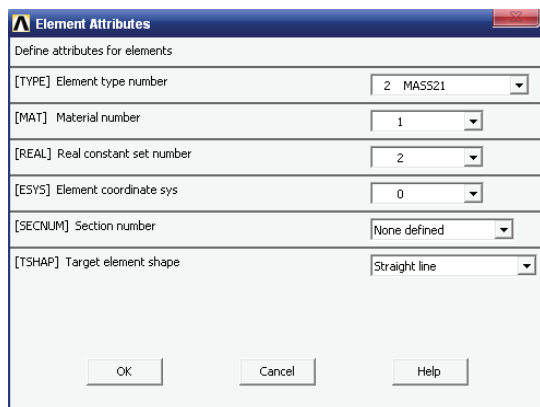

图 4-67 单元属性设置对话框
4) 选择 Main Menu | Preprocessor | Modeling | Create | Elements | Elem Attributes 命令, 出现 Element Attributes 对话框, 在 [TYPE] Element type number 下拉菜单中选择 2 MASS21, 在 [REAL] Real constant set number 下拉菜单中选择 2, 如图 4-67 所示, 单击 OK 按钮关闭该对话框。